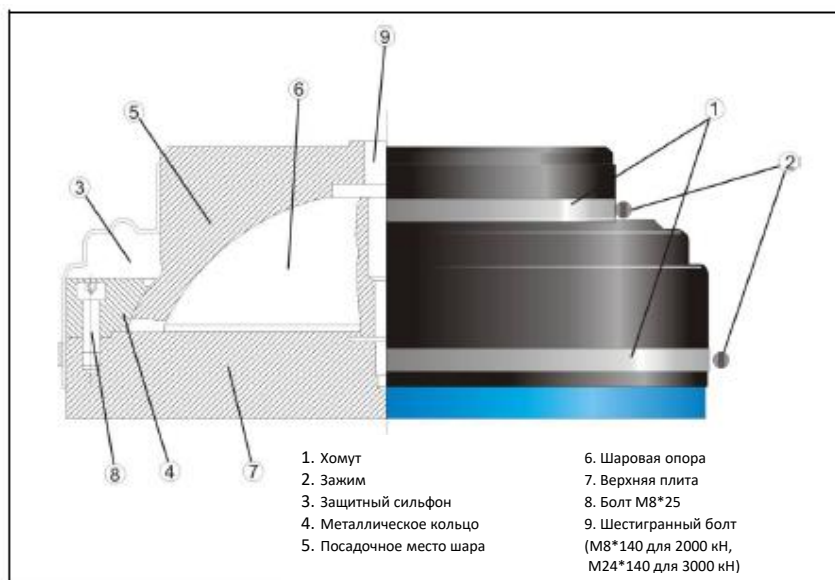

Рисунок 7. Шарнирная опора в сборе
**Опорные плиты и шарнирное соединение:** Две опорные плиты: Верхняя и нижняя – закалены и отполированы. Твердость плит более 53 единиц по шкале Роквелла (53 HRC). На нижней плите имеются насечки для правильного центрирования образцов. Кроме того, на нижней плите используются центрирующие устройства для куба диаметром 100 мм, куба диаметром 150 мм, цилиндра диаметром 100 мм и цилиндра диаметром 150 мм. Верхняя плита установлена на шарнирном основании (см. Рисунок 7). Шарнирное соединение заполнено маслом марки 10.